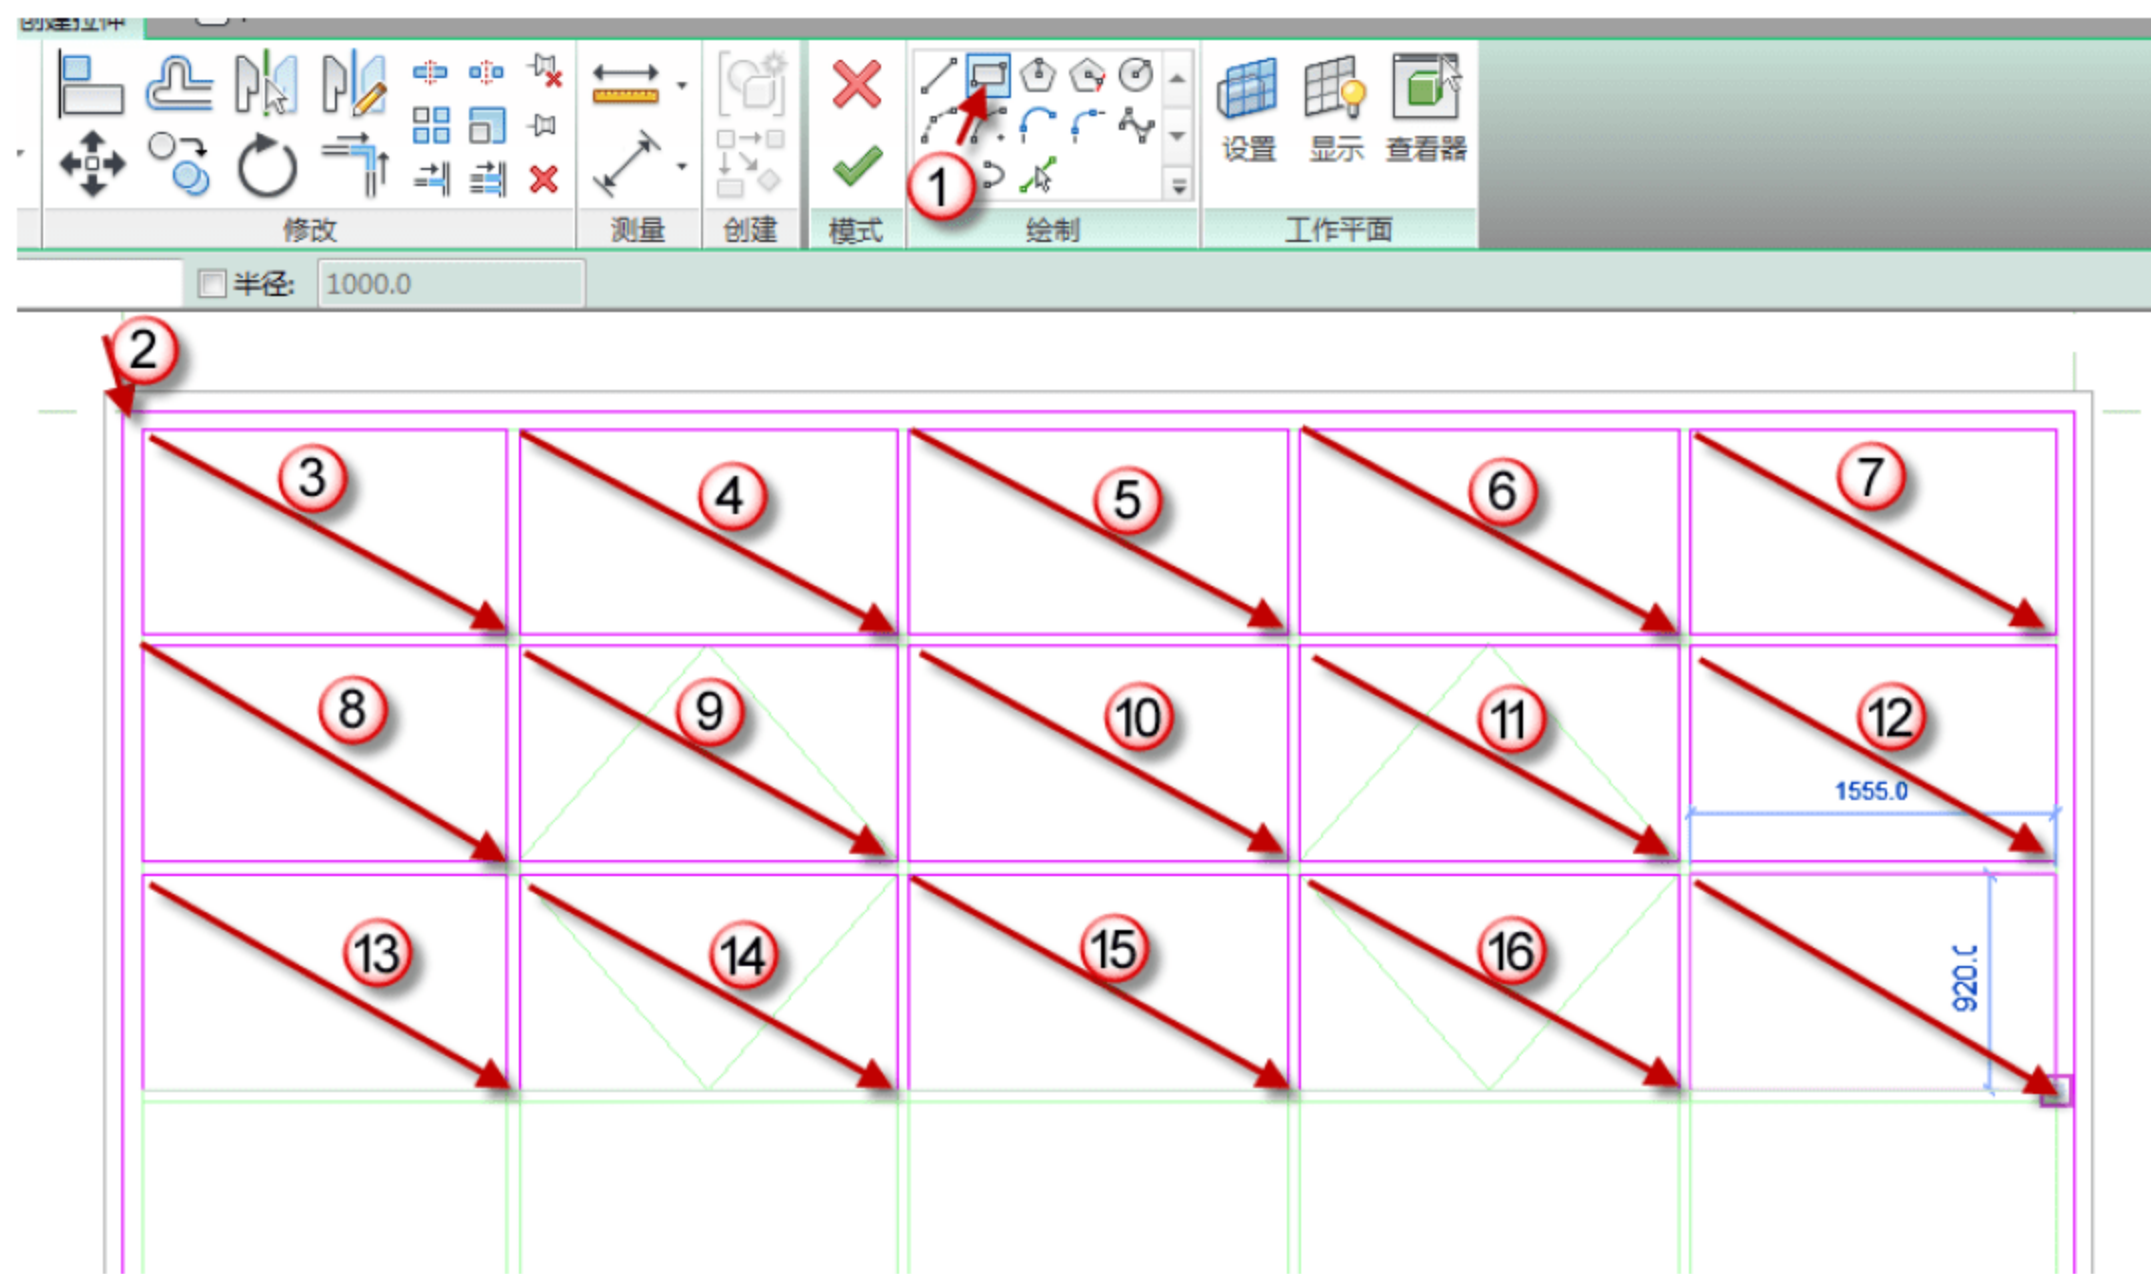

图 12.1.35 创建拉伸窗框
(10) 创建拉伸窗框。选择“创建”→“拉伸”命令，选择“矩形”工具，然后依次拉伸窗框，如图 12.1.35 所示。